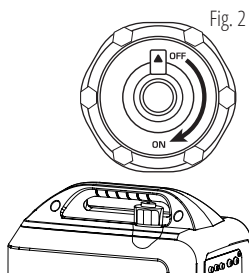

Fig. 2
3. Ouvrez l'évent du bouchon de réservoir de carburant en position « ON » (Fig. 2).